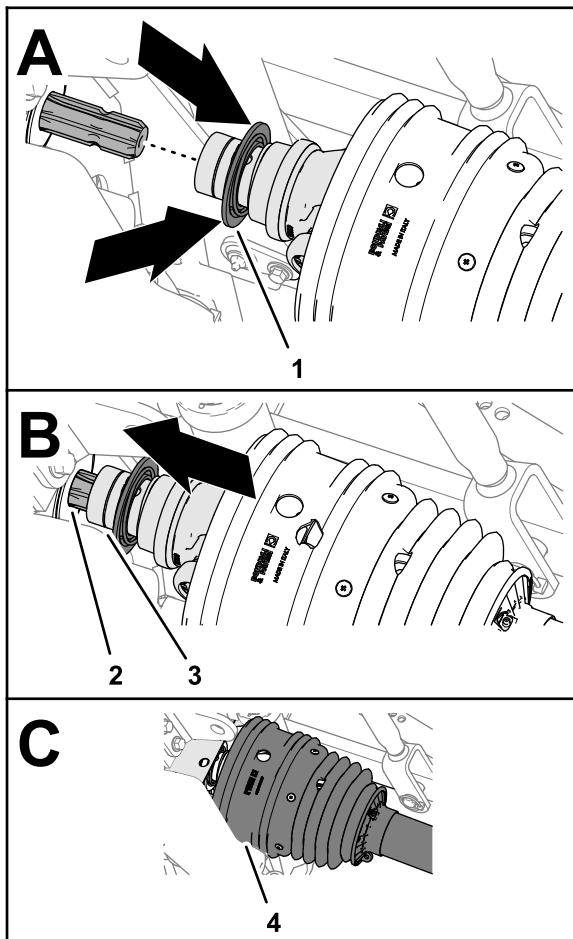

Рисунок 31
2. Оттяните назад запорное кольцо быстроразъемного соединителя (Рисунок 31).
3. Оттягивая назад запорное кольцо, потяните вилку приводного вала механизма отбора мощности вперед и наденьте гнездо соединителя на шлизы выходного вала механизма отбора мощности (Рисунок 31).
5. Убедитесь в том, что кожух расположен поверх вилки приводного вала (Рисунок 31).